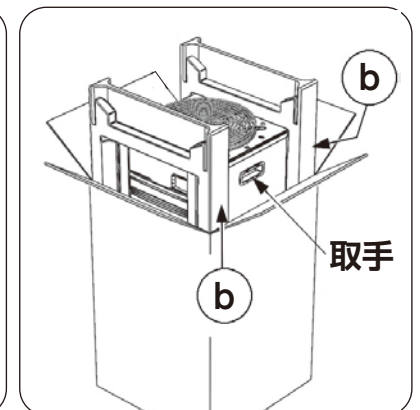

図 3
3) 梱包用の発泡スチロールを取り除きます (図 3 の b)。